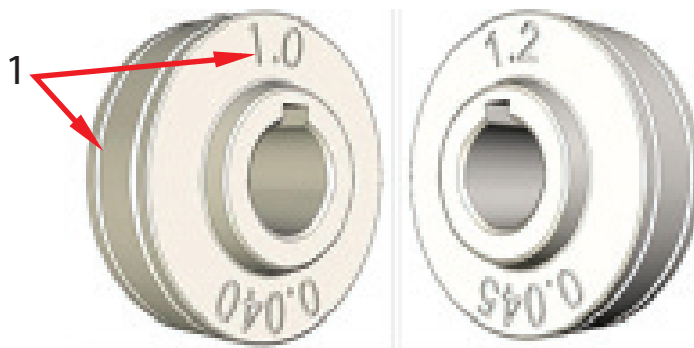

Figura 21. Rolos de alimentação do fio disponíveis em vários tamanhos
1. Instale o rolo de tração (com o tamanho e a orientação de entalhe corretos). Verifique se o entalhe de tamanho correto está virado para dentro (veja a Figura 21).